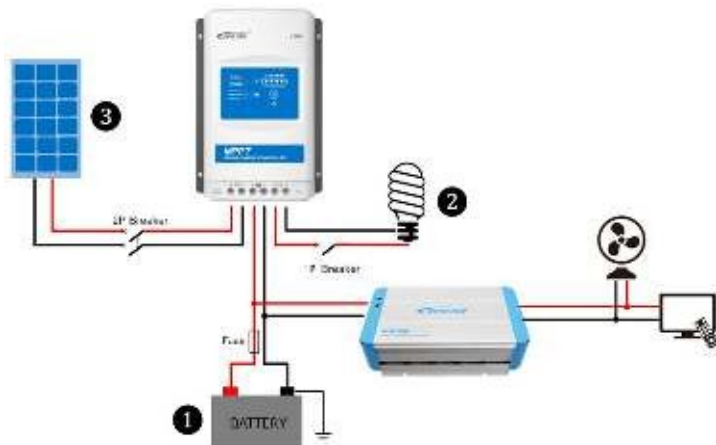

Figura 2-2 Schemă a diagramei de cablare
Pasul 2 : Conectați sistemul în ordinea ①→ ② sarcină→ ③ PV array în conformitate cu Figura 2-2,"Schematic Wiring Diagram" și deconectați sistemul în